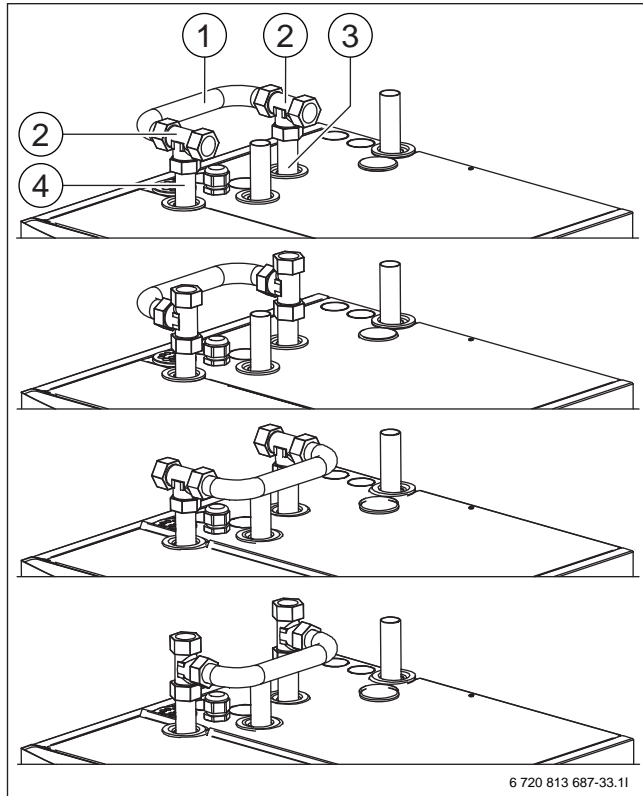

Bild 79 Bypassleitung montieren
- Die Rohrführung ist variabel (→ Bild 79).